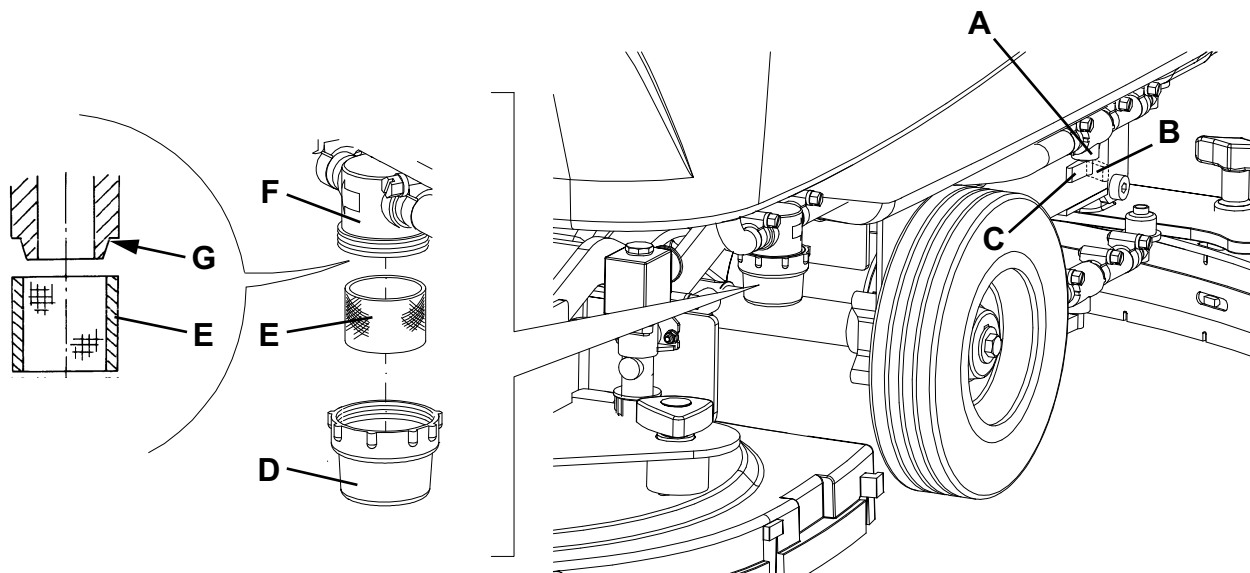

Рис. 5
2. Отсоедините сетевой шнур (3) от электросети.
3. Закройте кран раствора (А, Рис. 5) под машиной позади правого заднего колеса. Кран (А) закрыт, когда находится в положении (В), и открыт, когда находится в положении (С).
4. Снимите прозрачную крышку (D), затем удалите сетку фильтра (E). Очистьте и установите их на стойке (F).